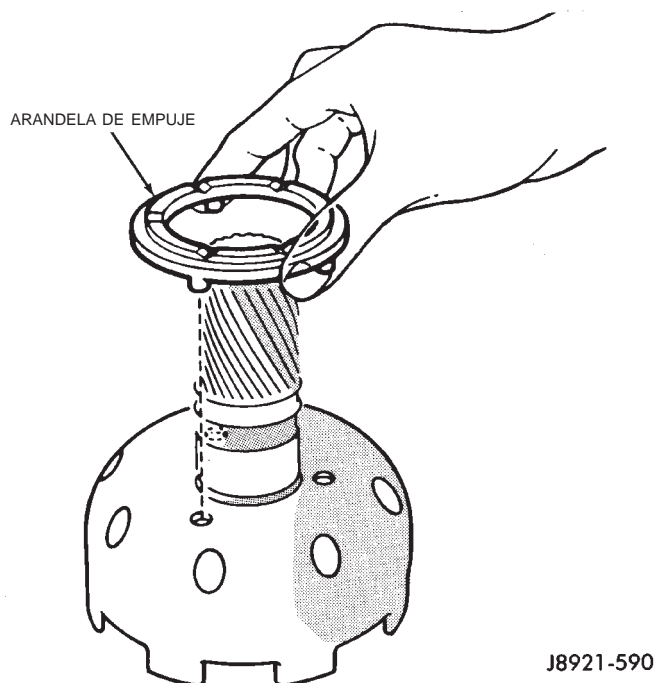

Fig. 262 Desmontaje e instalación de la arandela de empuje
(3) Retire la arandela de empuje del tambor (Fig. 262).